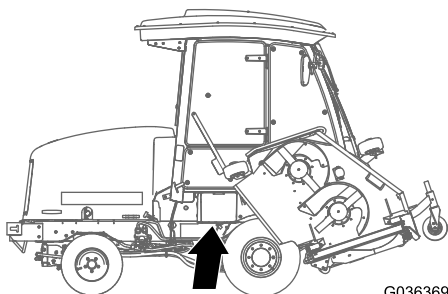

Bild 95
1. Öffnen Sie die Batterieabdeckung an der Seite der Abdeckung (Bild 95).
Hinweis: Üben Sie Druck auf die flache Oberfläche über der Batterieabdeckung aus, um das Entfernen der Abdeckung zu erleichtern (Bild 95).